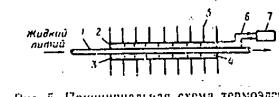

Рис. 5. Принципиальная схема термоядерного преобразователя энергии.
По мнению американских специалистов, более надежной является энергетическая установка с термоядерным преобразователем энергии. Как видно из рис. 5, такой преобразователь включает себя волфрамовую трубку-катод (1), установленную в монолитическую трубку-анод (2). Межэлектродный промежуток (3) в 0,25 мм заполнен паром и цезием для нейтрализации пространственного заряда. Для отвода тепла от анода его внешняя поверхность снабжена ребордами (5). Через внутреннюю трубку с помощью центрального насоса прогоняется жидкость, нагретый в термобарометре катода до температуры 1176—1232°C. Нагретая вода используется в теплообменнике катода, который испускает пары, которые поступают на анод, а затем по внешней цепи (4) через потребителя электроэнергии (7) на катод.